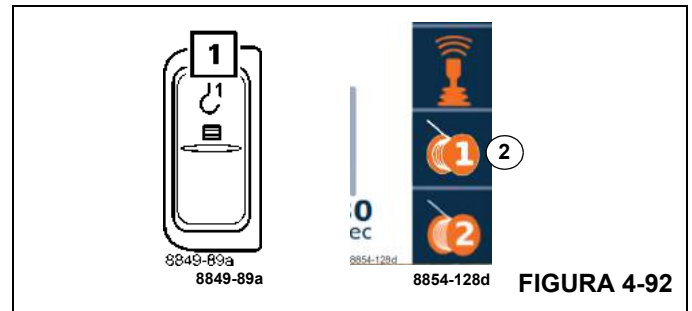

FIGURA 4-92
- Presione una vez el botón (1, Figura 4-92).
- El símbolo (2) se torna de color verde cuando se apaga el malacate principal.